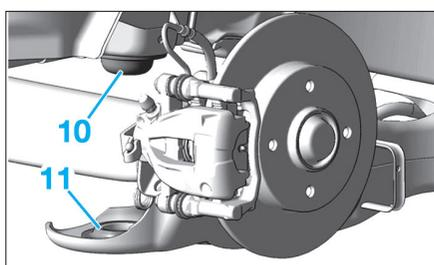

Fig. 60
• Déposer la coupelle (10) et (11) (Fig.60).